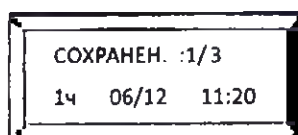

Рисунок 10. Сохраненные результаты
- Если анализатор провел хотя бы один цикл, то на дисплее отобразится следующее (рисунок 10):